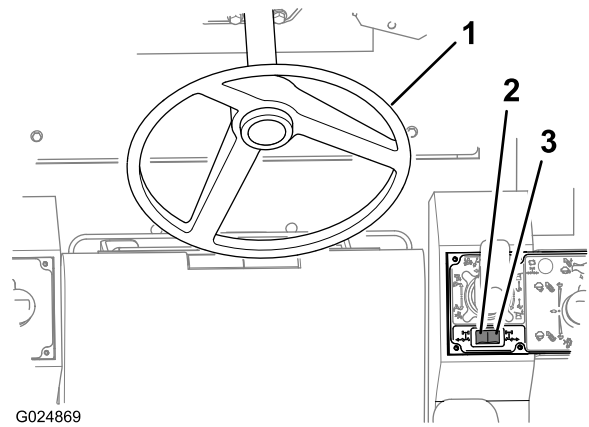

Figura 41
Utilice el volante para controlar la dirección de las ruedas delanteras (Figura 41).
- Presione el lado derecho del interruptor basculante de dirección de las ruedas traseras (Figura 41) para girar las ruedas traseras hacia la derecha (girar la máquina a la izquierda).
- Presione el lado izquierdo del interruptor basculante de dirección de las ruedas traseras (Figura 41) para girar las ruedas traseras hacia la izquierda (girar la máquina a la derecha).